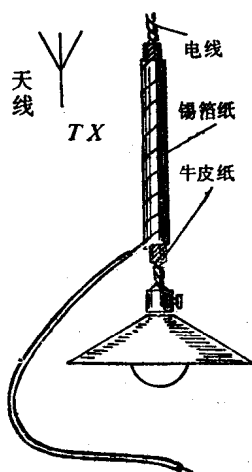

图 1-1
1. 天线(TX) 收音机的天线是接收无线电波的“触须”。天线一般都应装置在室外,十来米长、几米高。为了少年朋友装起来方便,这里利用电灯线作天线。方法是:裁一条长1米左右、宽15厘米的牛皮纸和一条短一些、同样宽的锡箔纸(可以用包香烟的锡箔纸代替)。先把牛皮纸裹在电灯线上,再把锡箔纸紧紧裹在牛皮纸外面。找一根几米长的单根有塑料皮的电线,把它一头的塑料皮剥去,露出1米左右的铜线,缠在锡箔纸外面,另一头准备接在收音机上(图1-1)。
在收音机的电路图上，为了方便常常用规定的符号和字母表示各种不同的元件。代表天线的符号和字母已注明在图1-1上。